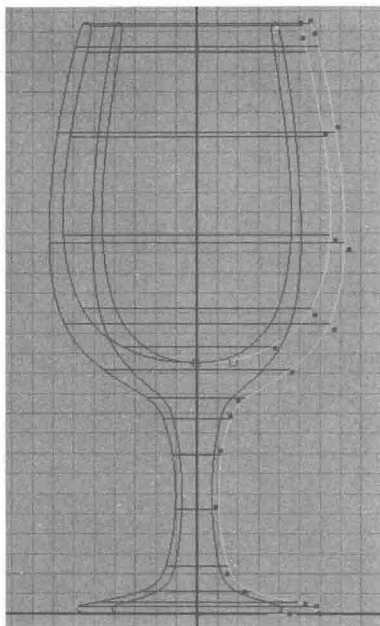

图 1-19
- 5) 进入“CV 编辑点模式”后曲线如图 1-19 所示。